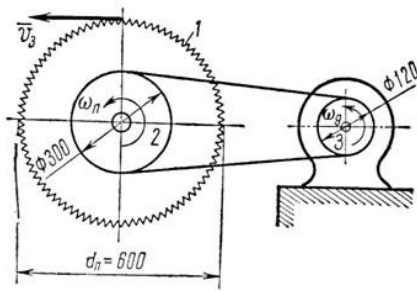

Рисунок 17
2. Дисконная пила 1 имеет диаметр 600 мм. На валу пилы насажен шкив 2 диаметром 300 мм, а шкив соединен бесконечным ремнем со шкивом двигателя (рис. 17) диаметром 120 мм. С какой угловой скоростью должен вращаться шкив двигателя, чтобы скорость зубьев пилы не превышала 15 м/с?